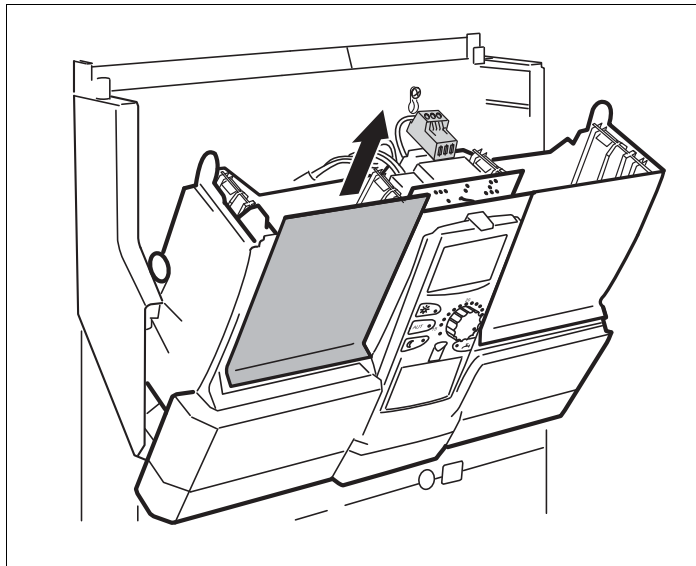

Рис. 5 Удаление заглушки
- Удалите заглушку из разъема 1 (→ рис. 5) в системе управления.